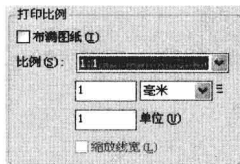

图 10-1-9
(13) 在“打印比例”下，取消“布满图纸”的勾选，可以单击比例中的三角按钮 ▾，在弹出的列表中选择缩放比例为“1:1”，如图 10-1-9 所示。